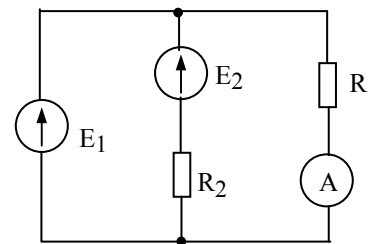

Рис.1.4.5
1.4.5. Определить величину и направление тока через амперметр  $A$  (рисунок 1.4.5), если  $E_1=4$  В,  $E_2=6$  В,  $R_2=4$  Ом,  $R=10$  Ом.